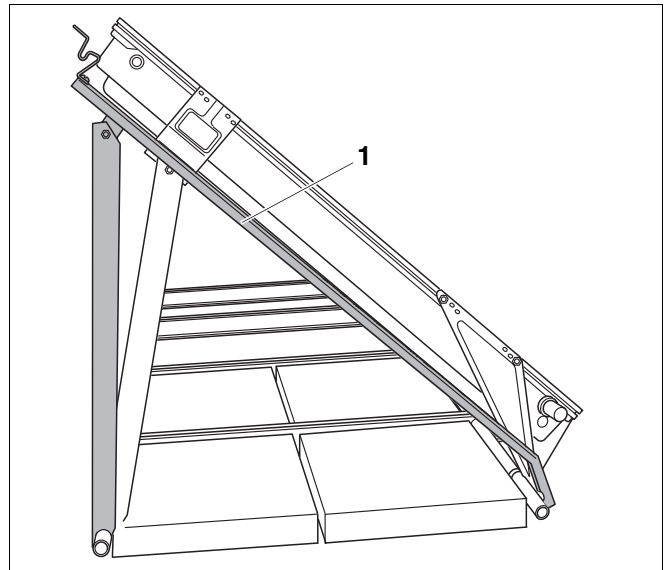

Fig. 2 Controlar el ajuste del ángulo
Si el perfil guía (fig. 2, **pos. 1**) del apoyo del colector queda apoyado de forma plana y paralela en la parte inferior del colector, no deberá realizar modificaciones en el ajuste del ángulo del apoyo del colector.